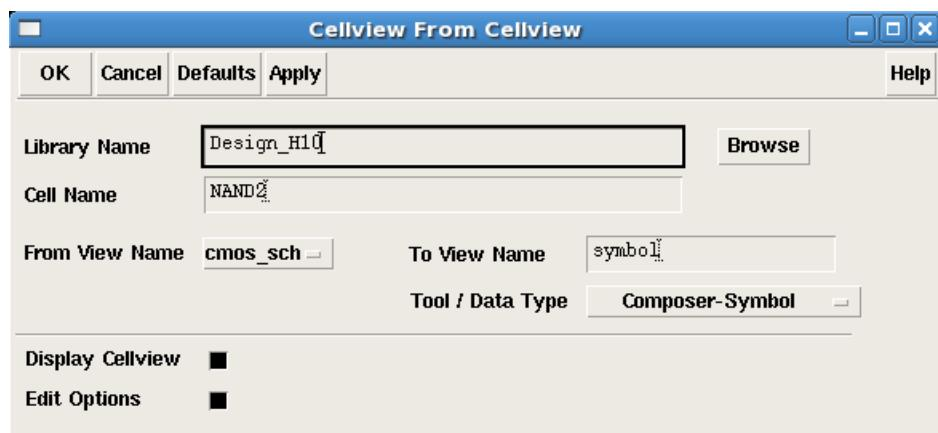

Рис. 4.5. Создание символьного представления элемента.
- 1) В окне редактора Virtuoso Schematic Editor выбрать пункт меню *Design->Create Cellview->From Cellview....*. В возникшем окне задать название символьного представления (по умолчанию “symbol”) и используемый для его создания инструмент Composer-Symbol в поле “Tool / Data Type” (рис. 4.5).